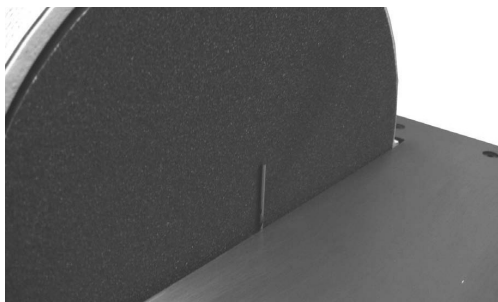

Рис. 05
4. Воспользуйтесь сверлом в 1/16 дюйма в качестве фиксирующего элемента. Установите сверло между внутренним краем стола и диском. Удерживая стол против сверла, зафиксируйте четыре шестиугольных болта. (Рис. 05)